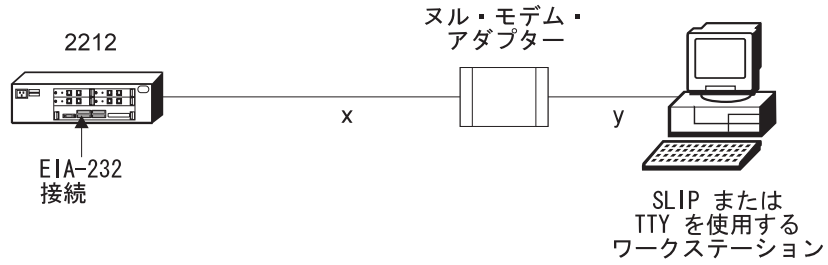
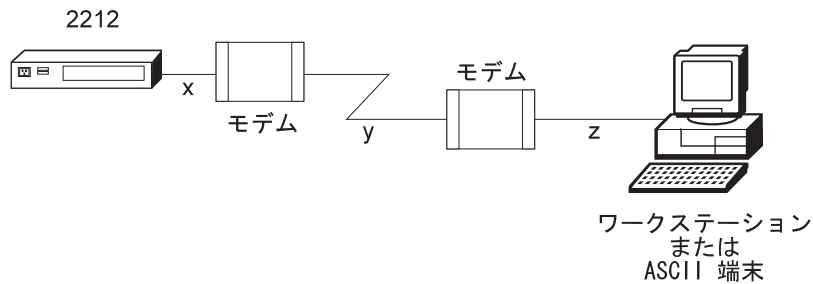

図 15. EIA-232 サービス・ポートへのローカル端末接続
図 16. EIA-232 サービス・ポートへのリモート端末接続
- ASCII またはシリアル・ライン・インターネット・プロトコル (SLIP) 接続を使用して EIA-232 サービス・ポートに接続されたモデムを介してのリモート・ダイヤルイン (電話回線を使用)。 20ページの図16 を参照してください。 21ページの『モデムの設定』には、IBM 2212 との使用についてテスト済みのモデムがリストされています。
- ASCII または SLIP 接続を使用して EIA-232 サービス・ポートに接続された、本製品に付属したヌル・モデム・アダプターおよびシリアル・ケーブルを通じてローカルに。 20ページの図15 を参照してください。
ASCII 端末またはエミュレーター (適切なエミュレーション・ソフトウェアを搭載) を接続し、IBM 2212 へのローカルまたはリモート・アクセスを提供します。端末をローカルから IBM 2212 サービス・ポートに接続するときは、サービス・ポート用に構成された速度 (ボー・レート) が接続された端末の速度に一致する必要があります (20 ページの図15 の x および y)。IBM 2212 を、電話回線によって接続された 2 つのモデムによってリモート端末に接続するとき (20 ページの図16 での x、y、および z)、以下の規則に従う必要があります。